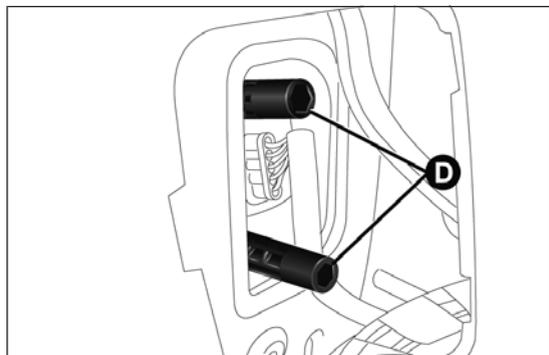

fig. 179
- à l'aide de la clé Allen A, dévisser les dispositifs de fixation D fig. 179 du groupe optique arrière ;